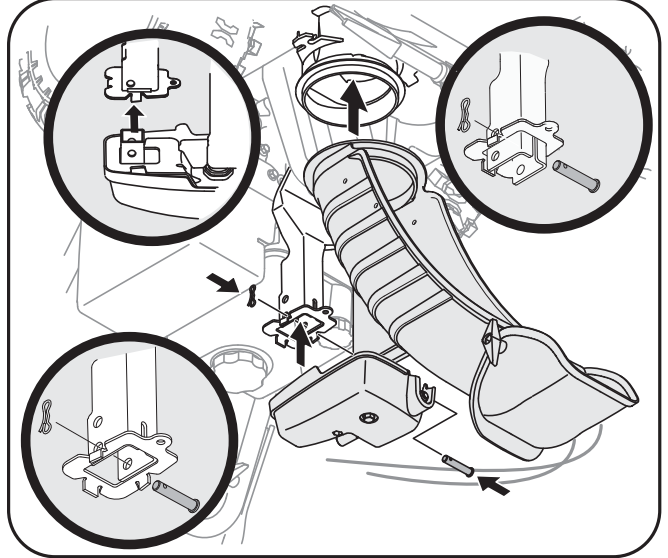

Fig. 3-4
- Placez la goulotte sur sa base et attachez-la sur son support en utilisant l'axe de chape et la goupille fendue enlevées plus tôt. Voir la Fig. 3-4.